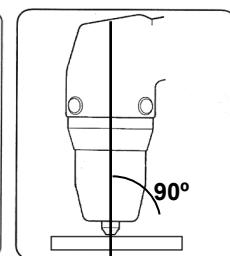

Figure 2c
Pendant le procédé de coupe, la torche doit se maintenir en contact permanent avec la pièce à couper pour éviter être surchauffée (fig. 2c).
- Maintenir la torche verticalement pendant le coupe (fig. 2c).